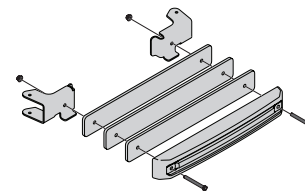

Figura 23
1. Sujete el peso de la embolsadora RZT (719-04271A) y las tres placas de peso (789-02137) a los soportes de los colgadores de peso (Izquierdo - 789-04077, Derecho- 789-04078) con dos tornillos de cabeza hexagonal de 3/8" (710-3085) y dos tuercas (712-04065) como se indica en la Figura 23.